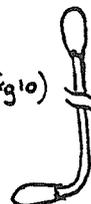

fig 10
- Se servir d'un coton-tige plié à l'équerre à une extrémité (fig 10)
6) Vérification du chemin de roulement du chariot positionneur. (Fig10)